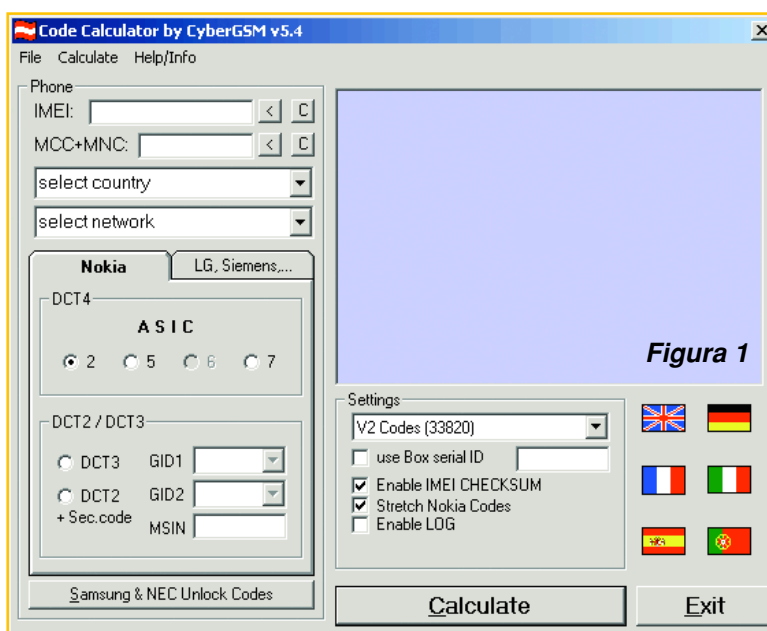

Figura 1
4) Ingrese el IMEI en el programa (figura 1).